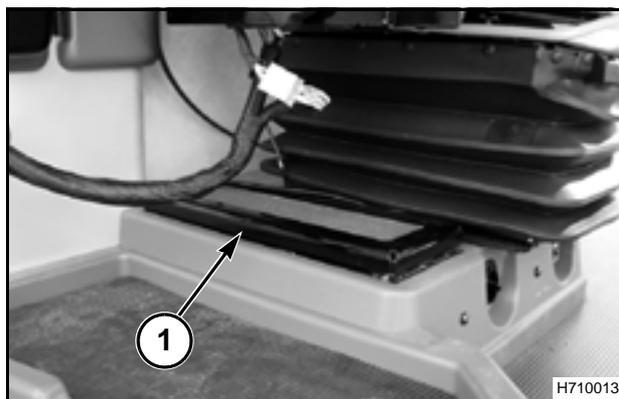

FIG. 56
FIG. 56: El aire de la cabina recircula a través del dispositivo de filtros (1) ubicado en la base del lado derecho del asiento del operador. El filtro se sostiene por medio del retenedor de filtro. El retenedor puede ser fácilmente quitado, siendo sacado hacia arriba, para que tenga acceso al conjunto del filtrado.